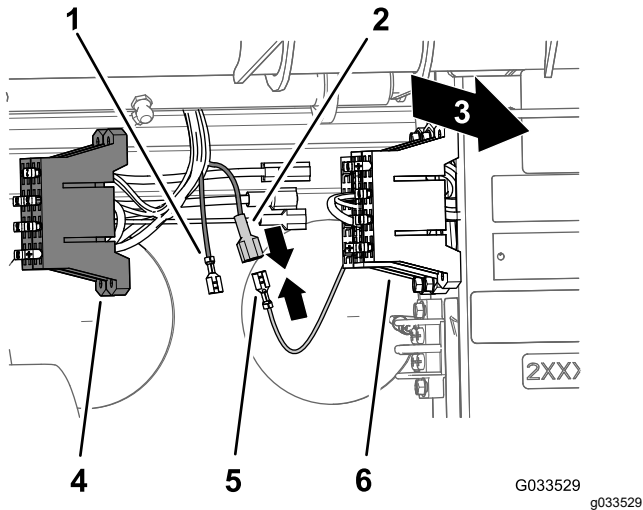

Рисунок 25
2. Найдите неизолированную гнездовую клемму на конце открытого желтого провода питания блока предохранителей машины и изолированную клемму с плоским штырем на конце желтого провода дополнительного питания, относящегося к блоку предохранителей проводки опрыскивателя (**Рисунок 25**).
3. Подсоедините неизолированную гнездовую клемму блока предохранителей автомобиля к изолированной клемме с плоским штырем блока предохранителей опрыскивателя (**Рисунок 25**).